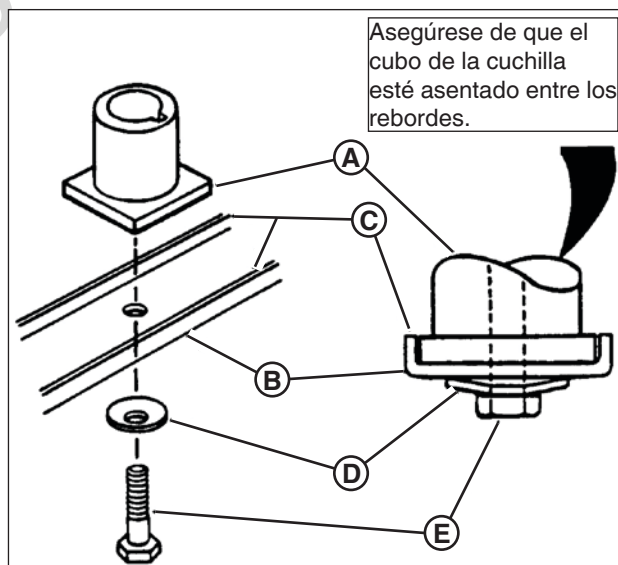

Figura 21: Retiro de la cuchilla del cortacésped
3. Retire la cuchilla (B, **Figura 21**).
- Vuelva a colocar la cuchilla (**B**, **Figura 21**). Tenga en cuenta el orden correcto del montaje:
- (A) Cubo de la cuchilla
- (B) Cuchilla
- (C) Reborde de la cuchilla (orientado hacia arriba)
- (D) Arandela cónica (lado cóncavo hacia arriba)
- (E) Tornillo de cabeza